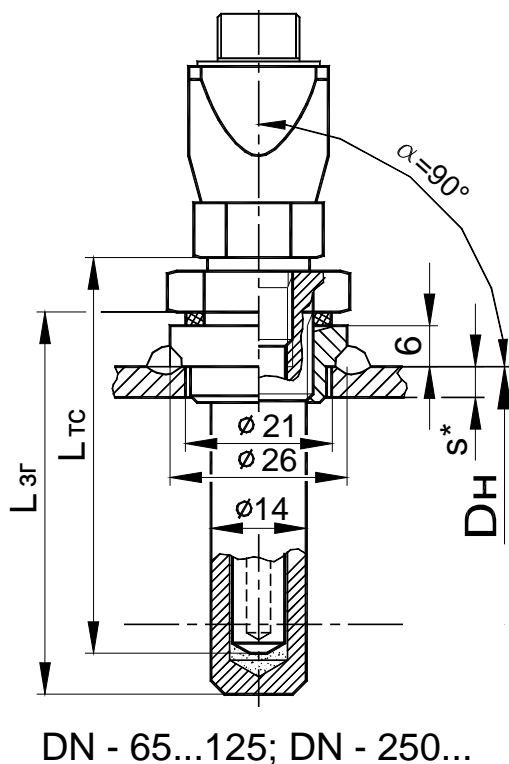

Рисунок 10.2
- путем ввинчивания в защитные гильзы, которые, в свою очередь, ввинчиваются во втулки (бобышки) второго типа, вваренные в трубопровод, для контакта с теплоносителем через защитную гильзу (см. рисунок 10.2).